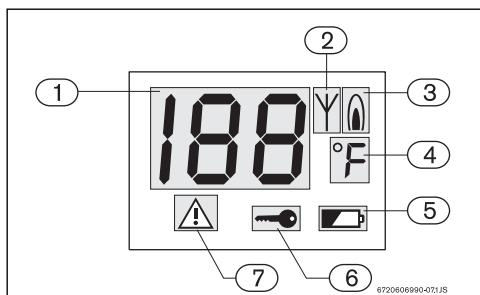

Fig. 29 LCD multifuncional
Este aparelho dispõe de um sistema de diagnóstico de avarias. A indicação da detecção destas anomalias é feita através de códigos de erros visualizado no painel LCD (Fig. 29, [pos. 1]) e de um símbolo de “bloqueio de segurança” (Fig. 29, [pos. 7]). O aparelho só volta a funcionar após a causa da avaria ter sido eliminada e se ter pressionado a tecla de rearme. Para identificar a avaria consulte o capítulo 10 do manual de instalação.
O telecomando não é fornecido com as pilhas instaladas. Quando as baterias estão gastas, é visualizado o símbolo (Fig. 29 , [pos. 5]) no LCD.